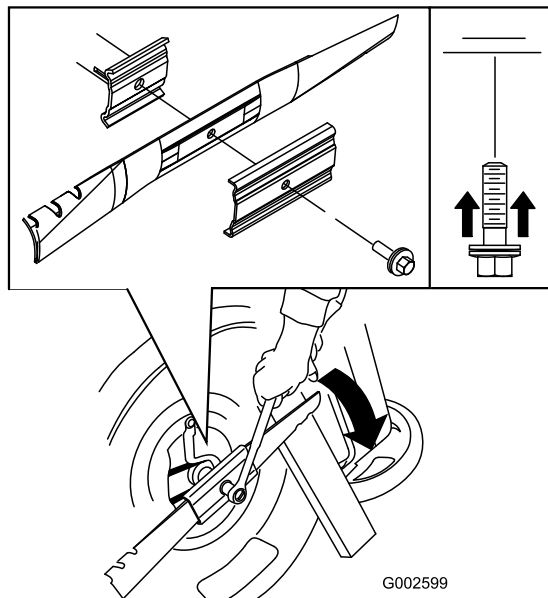

Figura 47
3. Utilice un bloque de madera para inmovilizar la cuchilla (Figura 47).
4. Retire la cuchilla, conservando todos los herrajes de montaje (Figura 47).
5. Instale la cuchilla nueva y todos los herrajes de montaje (Figura 47).